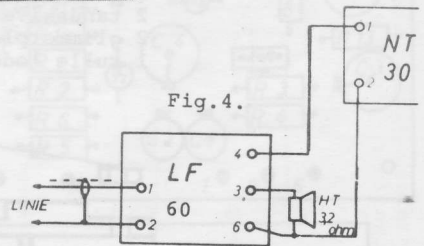

Fig. 4.
9. Udgangsforstærker LF 60 er nu klar til brug, og kan anvendes som vist på Fig.4 eller Fig.5.